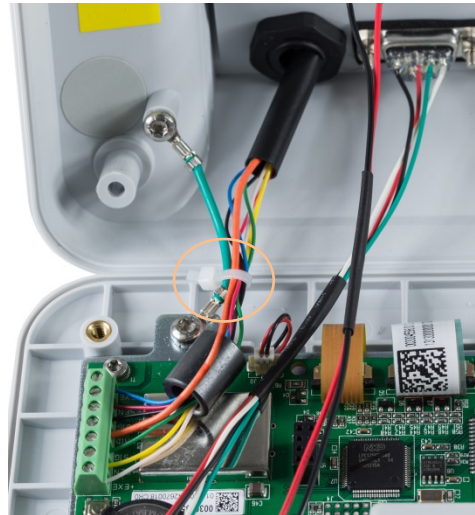

Figura 2-20: Installazione del terminale di messa a terra e della ferrite per la cella di carico analogica, IND231
1. La disposizione all'interno del cavo della cella di carico è illustrato nella Figura 2-20.